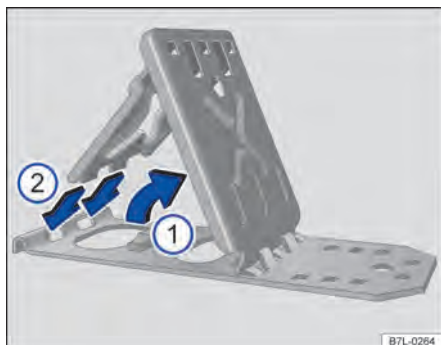

Fig. 228 Rebater os calços dobráveis.
- Erguer a chapa de apoio ⇒ Fig. 228 ①.
- Encaixar completamente as duas “pontas” da chapa de segurança nos furos longos da chapa base ②.